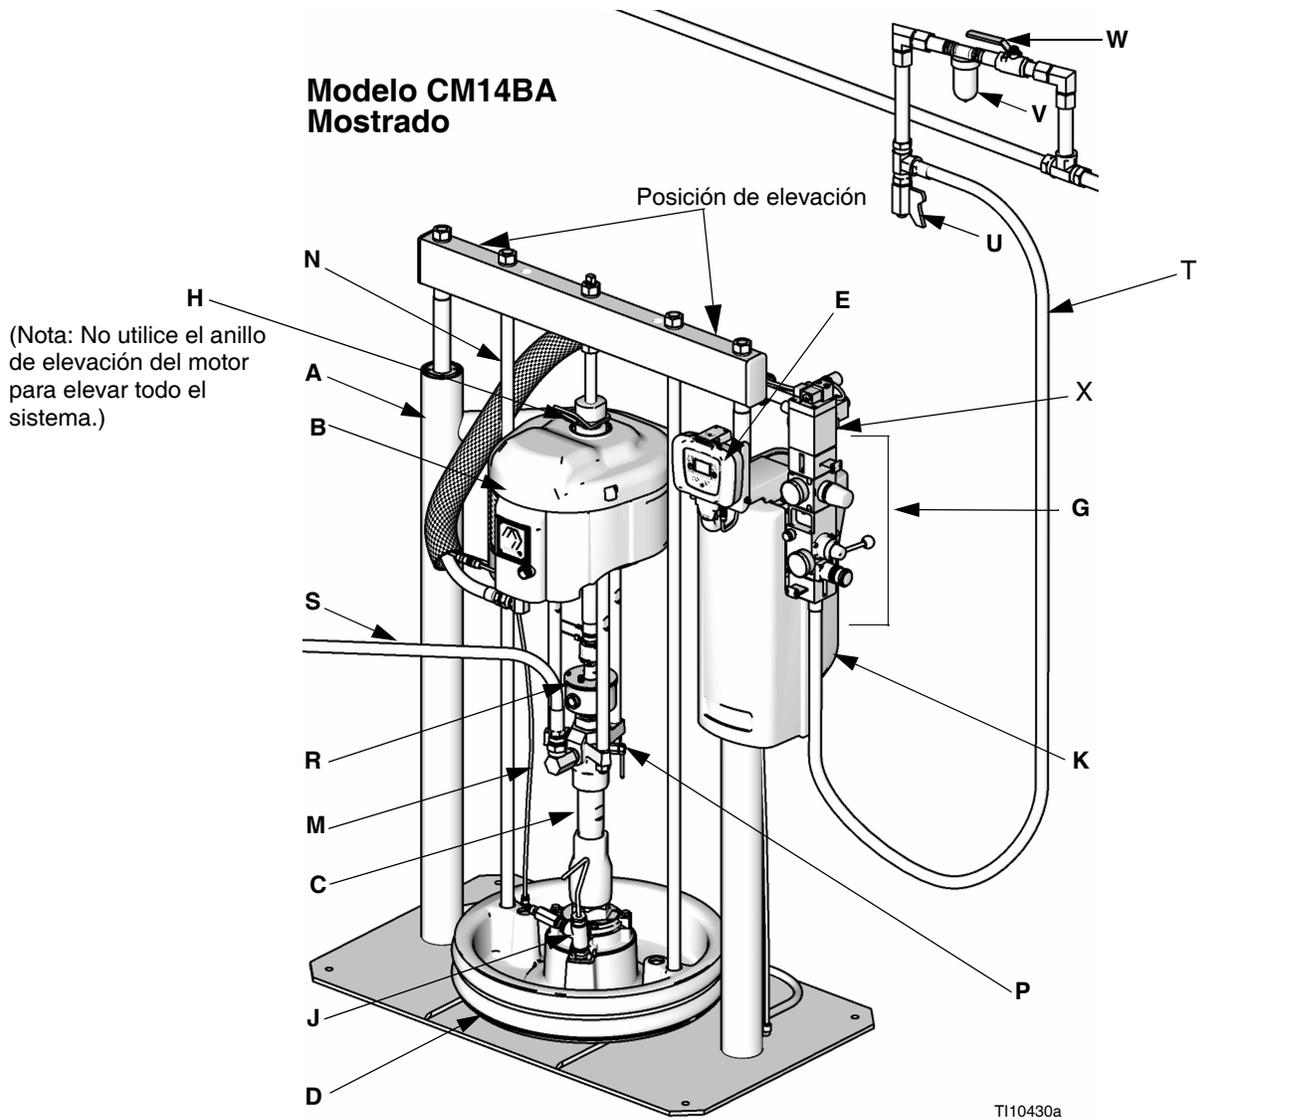
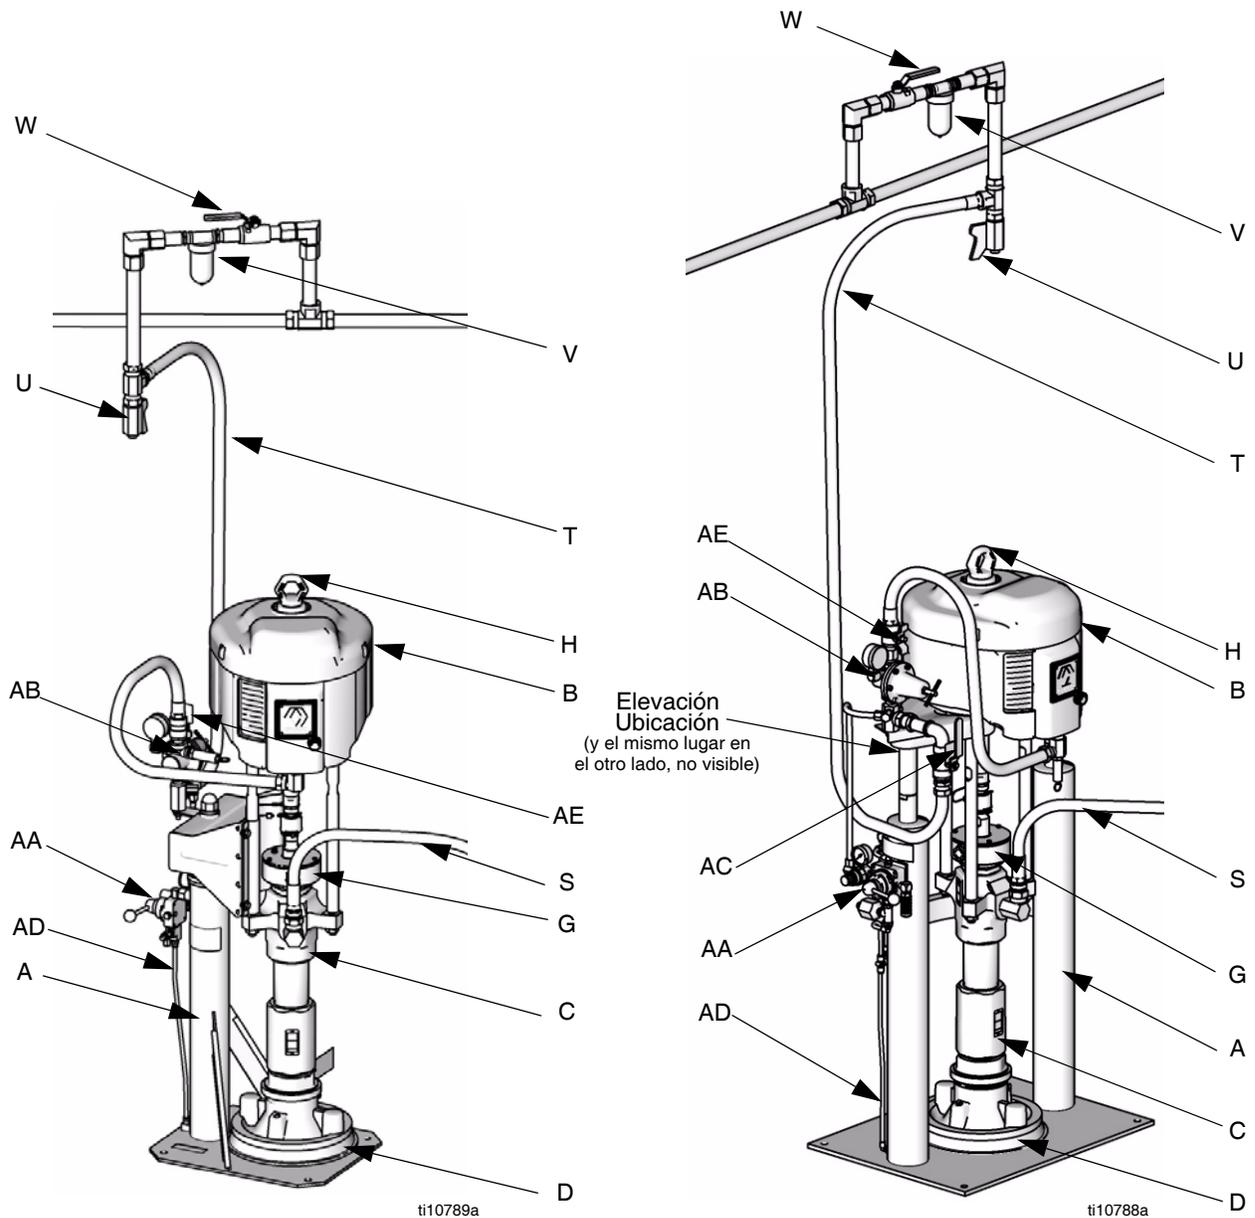
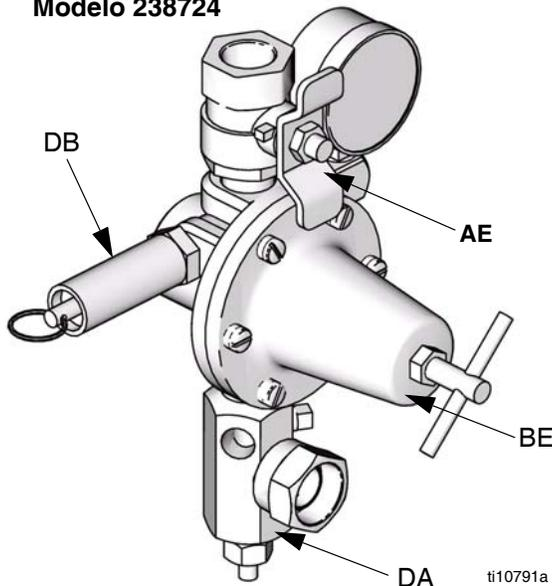
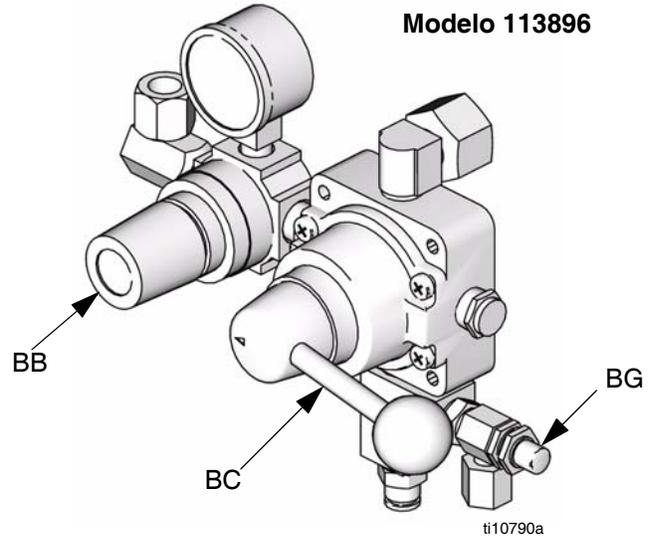

FIG. 1
FIG. 5
FIG. 6. Conjunto regulador de aire
FIG. 7. Conjunto de control del aire del elevador
- **Válvula principal de deslizador de aire (BA):** abre y cierra el aire hacia el sistema. Una vez cerrada, la válvula libera la presión aguas abajo.
- **Regulador del aire del elevador (BB):** controla la presión de subida y bajada del elevador y la presión de descarga.
- **Válvula directora del elevador (BC):** controla la dirección del elevador.
- **Puerto de escape con silenciador (BD)**
- **Regulador del aire del motor (BE):** controla la presión de aire hacia el motor.
- **Válvula de deslizador de aire (BF):** abre y cierra el aire hacia el motor. Cuando está cerrada, la válvula libera el aire atrapado entre ella y el motor neumático. Presione la válvula para apagar.
DataTrak remoto: para que el aire fluya deben abrirse el solenoide neumático (X, FIG. 1), la válvula de deslizador del motor neumático (BF) y la válvula de deslizador de aire principal (BA). (Ver Configuración de DataTrak remoto en la página 20.)
- **Botón de descarga (BG):** apaga y enciende el aire para empujar el plato seguidor fuera de un bidón vacío.
Ver la FIG. 1.
Consulte las FIG. 5, FIG. 6 y FIG. 7.
Ver la FIG. 5.
Las figuras FIG. 1 y FIG. 5 sólo son guías para la selección e instalación de los componentes y accesorios del sistema. Contacte con su distribuidor Graco para obtener información y ayuda para planificar un sistema adecuado a sus necesidades personales.
Levante siempre el sistema de suministro por los posiciones de elevación adecuadas (figuras FIG. 1 y FIG. 5). No lo eleve de ninguna otra forma.
3. Conecte la línea neumática de un suministro de aire hasta la toma de aire del sistema. Consulte la FIG. 1 o FIG. 5. Consulte las curvas de rendimiento de la bomba en el manual 312717 para determinar sus necesidades de caudal de alimentación de aire. Utilice una manguera de suministro capaz de satisfacer el caudal necesario. **No utilice piezas de desconexión rápida.**
Controles neumáticos estándar: Vea la FIG. 5 y FIG. 6. Cierre la válvula del motor neumático (AE) y la válvula principal del aire (AC).
8. Abra la válvula de vaciado de la línea de fluido y la válvula de purga de la bomba (P). Se debe tener un recipiente listo para recoger el fluido drenado.
9. Deje abierta la válvula de purga de la bomba (P) hasta que esté lista para volver a pulverizar.